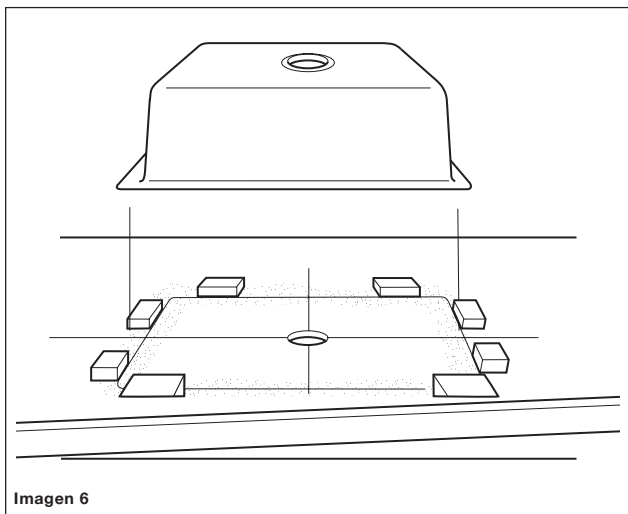

Imagen 6
- Adhiera los bloques de madera con el pegamento termofusible en lugares estratégicos alrededor del perímetro exterior del perfil marcado de la tarja para mantenerla sin moverse fuera del centro cuando sea adherida (ver imagen 6).